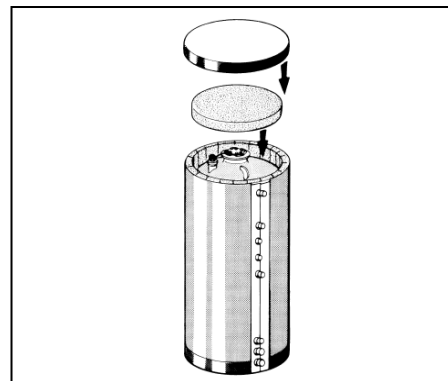

Рис. 12 Монтаж теплоизоляции
Теплоизоляционный мат оптимально монтируется при температуре ок. +15 °С. Лёгкое похлопывание по теплоизоляционному мату в направлении замыкающих концов облегчает сближение обоих краёв мата (Рис. 12).
- Верхнюю теплоизоляционную прокладку уложите на ревизионный лючок так, чтобы она смыкалась с теплоизоляционным матом. (Рис. 12).
- Наденьте крышку бойлера (изготовлена из пластика) поверх теплоизоляционной прокладки и края теплоизоляционного мата. (Рис. 12).
- Снимите крышку бойлера (Рис. 12).
- Снимите верхнюю теплоизоляционную прокладку (Рис. 12).
- Снова наденьте крышку бойлера (Рис. 12).